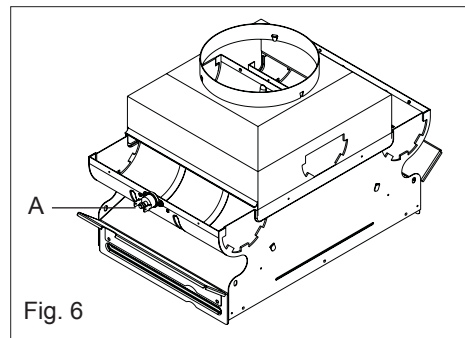

Fig. 6
**Om de TTB terug te ontgrendelen: duw op de ontgrendelingsknop, aangeduid op schets (fig. 6).**